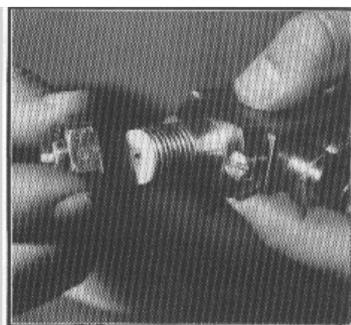

Fig. 2 Rimuovere la ghiera dell'ugello
- Rimuovere il mixer statico dalla camera di miscelazione (Fig. 2).